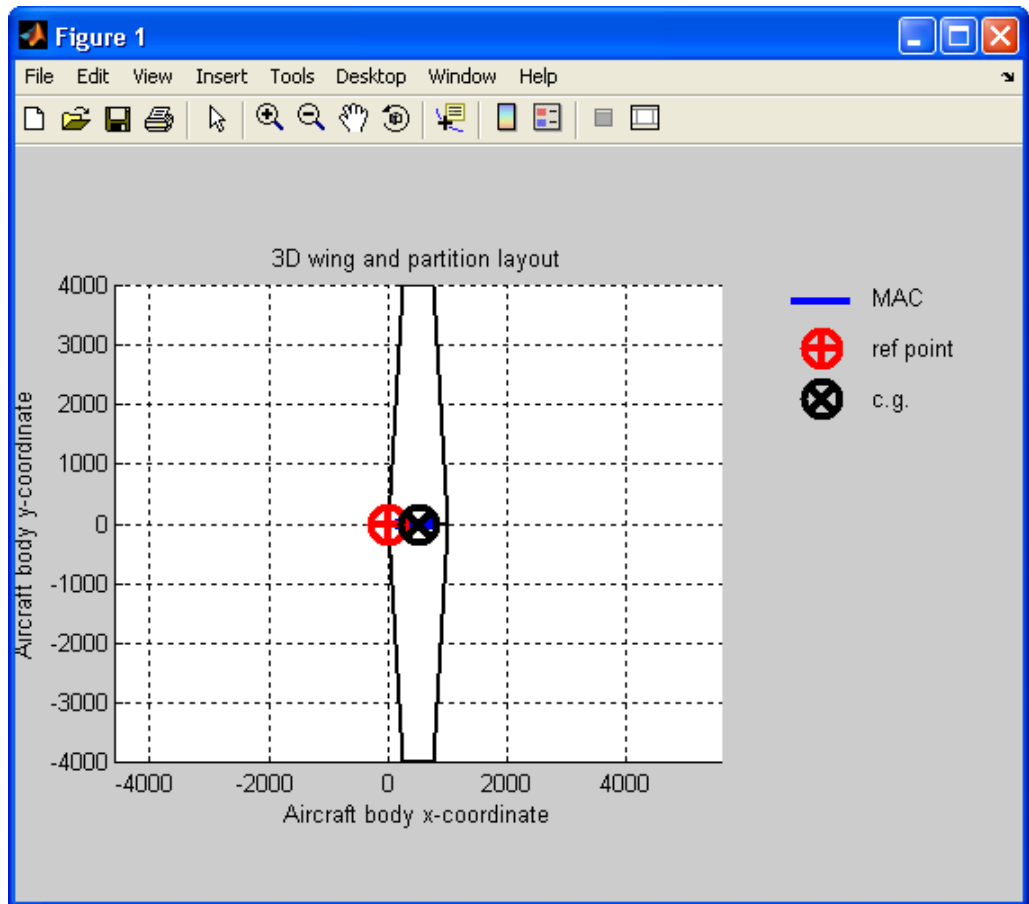

Рисунок 1.12 - Геометрия крыла в плане
1. Геометрия крыла в плане (см. Рисунок 1.12).